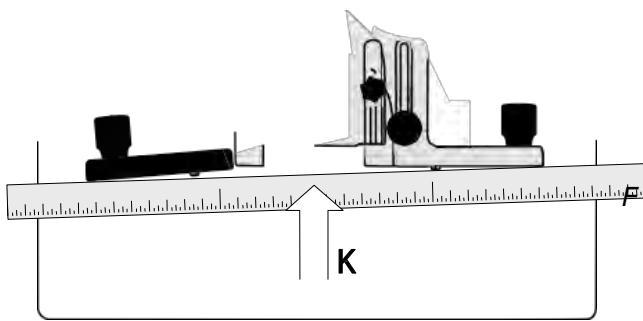
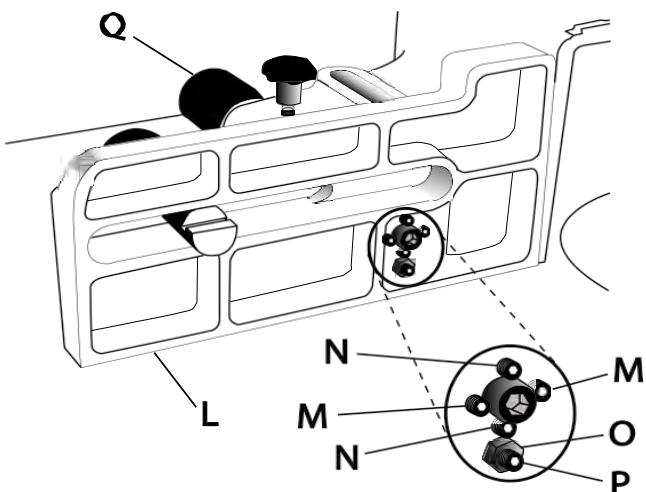

Рисунок 8
Рисунок 10
6. Снимите оба профиля (J₁, J₂) и прижмите линейку к корпусам подающего и отводящего упоров (Рисунок 8).
- Поддерживайте постоянное давление линейки на корпуса упоров (К, Рис. 8). В то же время попытайтесь выровнять оба упора в одной плоскости, как показано на Рисунке 9. Это достигается путем попеременной регулировки двух установочных винтов (М, Рис.10) на передней поверхности корпуса (Л, Рис.10) с помощью шестигранного ключа на 3 мм с последующим перемещением корпуса устройством для точной регулировки упора. (Q, Рис. 10) по мере необходимости.
Важно: Рекомендуется поворачивать регулировочные винты (М, Рис. 10) с шагом 1,6 мм или менее за раз.
- Прижмите угольник к корпусу упора (L, Рис.10) и столу.
- Если требуется регулировка, выполните ее установочными винтами N (Рис. 10).
- Используя гаечный ключ на 10 мм, ослабьте контргайку (O, Рис. 10), которая фиксирует установочный винт нулевого положения (P, Рис. 10) на корпусе (L, Рис. 10).
- Ослабьте или затяните установочный винт (P, Рис.10), как того требует ситуация, чтобы выровнять корпуса упоров, как показано на Рисунке 11-M.
- Затяните контргайку (O, Рис. 10).